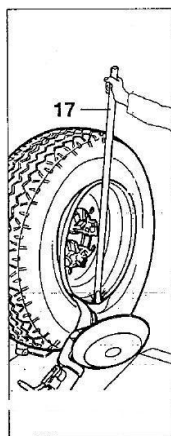

Рис. 7.6
B. Повернуть колесо и одновременно вставить монтажную головку между ободом колеса и бортом шины, оно должно зацепиться за борт шины (см. рис. 7.6).
E. Вставить рычаг LA (17, рис. 7.6) между ободом и бортом шины справа от монтажной головки.
Л. Вставить рычаг LA (17, рис. 7.6) между ободом колеса и бортом справа от монтажной головки.